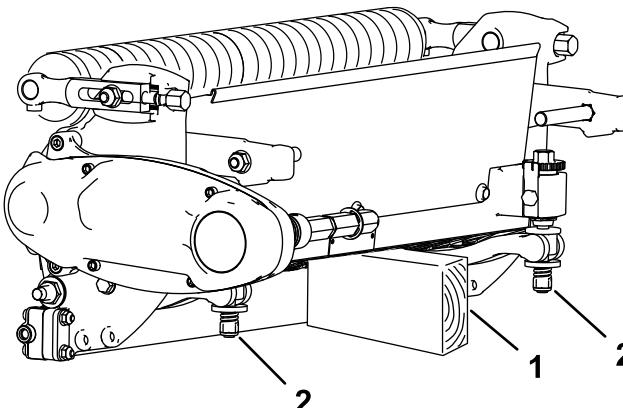

Bild 11
- Stützen Sie die Rückseite des von der Maschine abgebauten Mähwerks ab, um sicherzustellen, dass die Muttern der Einstellschrauben am hinteren Ende des Untermesserträgers nicht auf der Arbeitsfläche aufliegen (Bild 11).